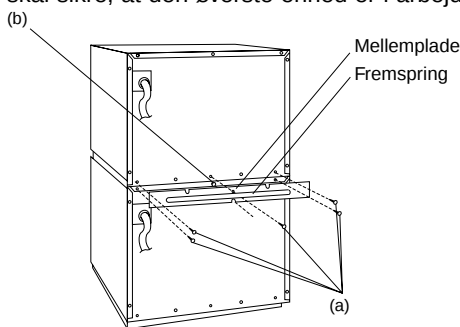

Fig. 1
1. Sæt den ene ovn ovenpå den anden og fjern skruerne (a) fra hver ovn som vist i fig. 1.